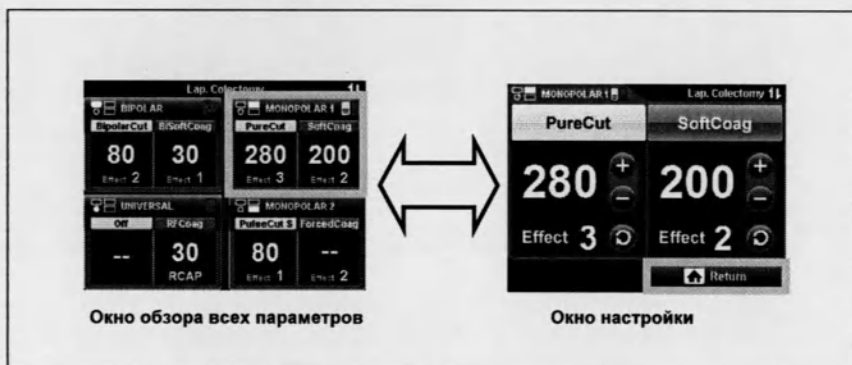

Рис. 4.4
1. Нажмите кнопку «MONOPOLAR 1» на выделенной области, как показано на рис. 4.4.
Окно настройки сменяется на окно с обзором всех параметров (см. рис. 4.4).